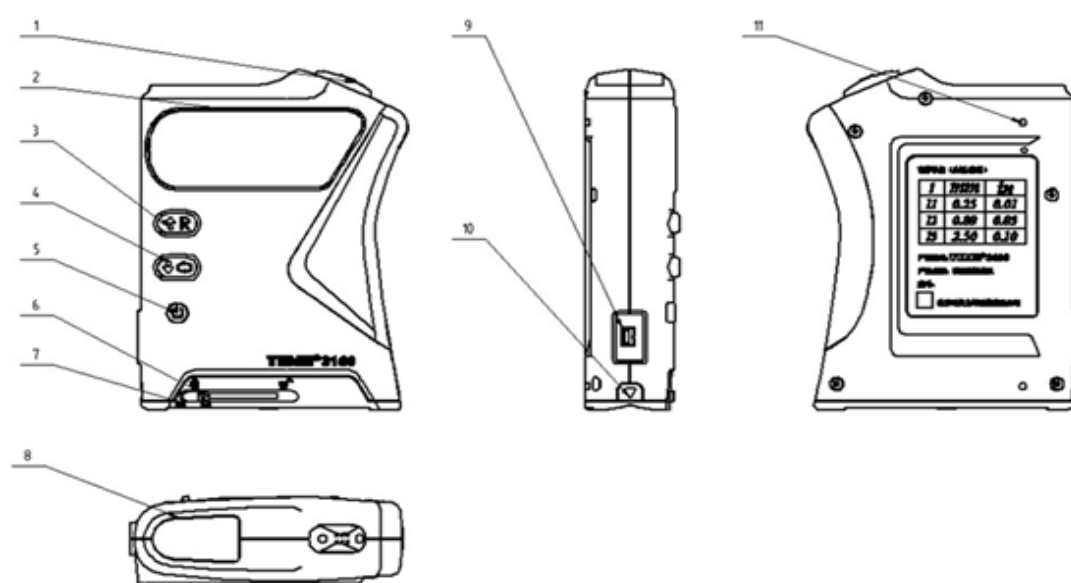

Figura 2
2.2.2 Nomenclatura (vedi Figura 2)